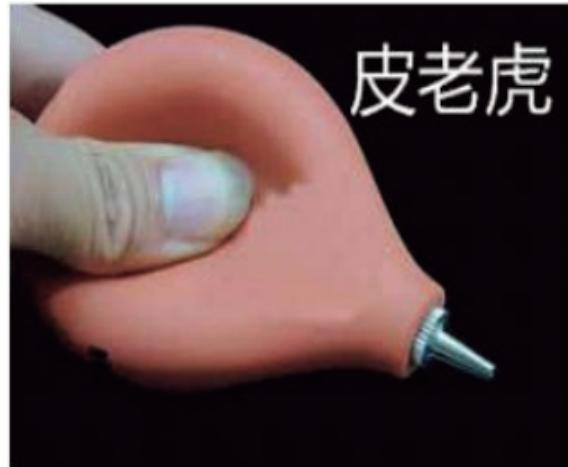

图16
- 1.用无尘清洁棒蘸取异丙醇溶剂，清洁镜片，然后用皮老虎（如图16）吸取干净空气吹掉附着的粒子等异物；